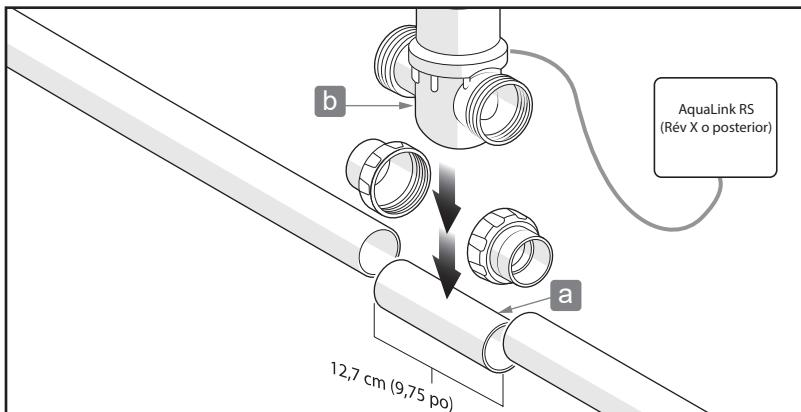

Figure 1. Installer Jandy TruSense sur le tuyau
3. Couper et retirer 9,75 po du tuyau existant pour installer Jandy TruSense, se reporter à la Figure 1 (a).
6. Connecter le câble RS485 à quatre conducteurs (connecteur rouge) au système d'automatisation, se reporter à la Figure 1(b)